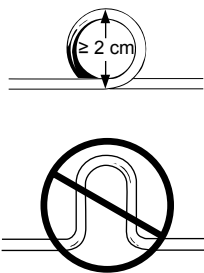

Abbildung 7. Aufwickeln überschüssiger Elektrodenlänge
- Legen Sie überschüssige Elektrodenkörperlänge in einer runden Schleife von mindestens 2 cm Durchmesser zusammen. U-Schleifen oder Bögen sind hierfür nicht zulässig (Abbildung 7). Runde Schleifen sind weniger anfällig für elektromagnetische Störungen und deren Auswirkungen, zudem verhindern sie Knicke und Beschädigungen des Elektrodenkörpers.